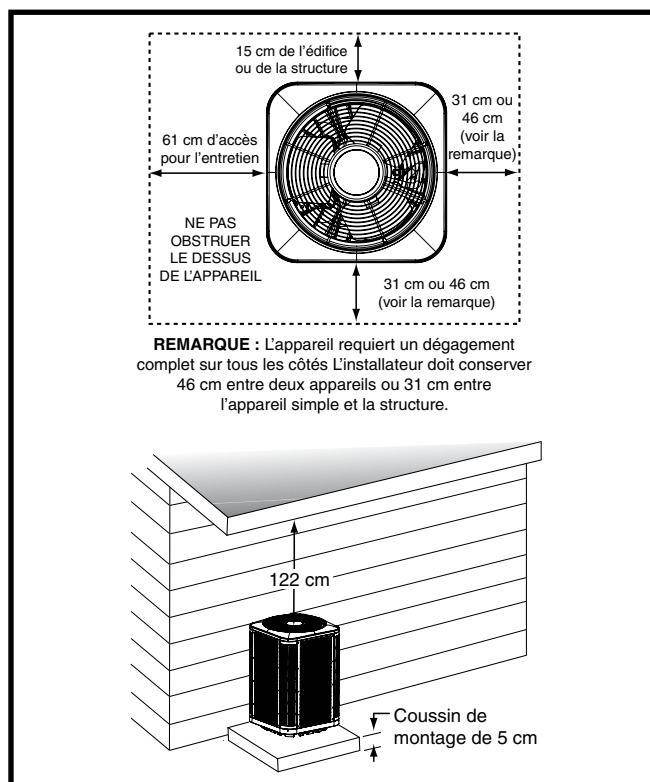

Figure 1. Dégagements requis
- Les obstacles aériens, les zones mal aérées et les zones propices à l'accumulation de débris sont à proscrire. Voyez la Figure 1.
- Un dégagement suffisant pour permettre à l'air de circuler sans obstruction à travers le serpentin extérieur doit être maintenu pour obtenir le rendement nominal. Voyez la Figure 1 pour les exigences relatives au dégagement minimal.
- Les dégagements doivent respecter ceux qui sont illustrés à la Figure 1.
- Une dalle de montage adéquate doit être installée et séparée de la fondation de l'édifice. La dalle doit être au niveau et assez résistante pour supporter le poids de l'appareil. La dalle doit être à au moins 5 cm au-dessus du sol et offrir un drainage adéquat. Voyez la Figure 1.